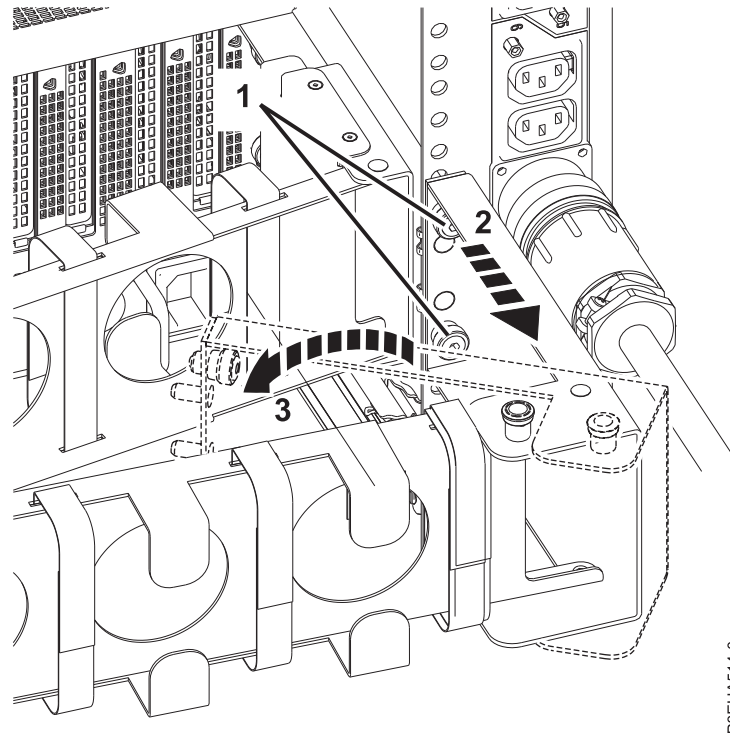

図 22. フル搭載システムでの電源コードのあそびを作るためのステップ
- b. ラックの後部から、頭ねじ (1) を緩めます (取り外さないでください)。 31 ページの図 22を参照してください。
- c. ケーブル管理アーム・ブラケットを手前に引きます (2)。 31 ページの図 22を参照してください。
- d. ケーブル管理アーム・ブラケットを手前に倒して、あそびを作ります (3)。 図 22を参照してください。